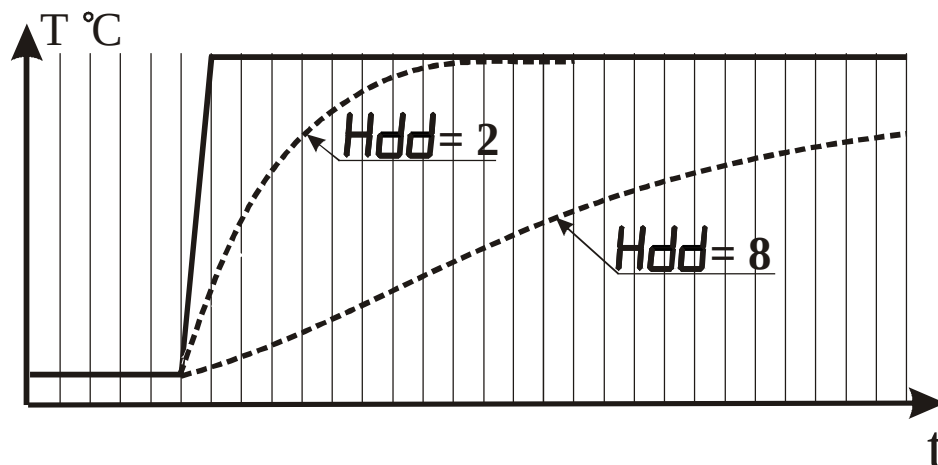

Рисунок 3.10 - Влияние параметра “Время усреднения” на показания прибора при различных значениях параметра  $Hdd$
температуры отличается от результатов предыдущего измерения на значение, которое превышает указанное в параметре “Полоса фильтра”, то проводится повторное измерение температуры, а на индикаторе остается старое значение (см. рисунок 3.10). О повторном измерении свидетельствует мигание светодиодного индикатора “К” зеленого свечения.
3.3.2.7 Параметр “Время усреднения” указывают в количестве периодов опроса входного датчика ( $N_{\text{опр.}}$ ). Этот параметр позволяет добиться более плавного изменения показаний прибора. Для этого производится вычисление среднего арифметического из последних ( $N_{\text{опр.}}$ ) измерений. При значении параметра равном 0 интегратор выключен. Уменьшение значения времени усреднения приводит к более быстрой реакции прибора на скачкообразные изменения измеряемого параметра, но снижает помехозащищенность прибора (см. рисунок 3.10).